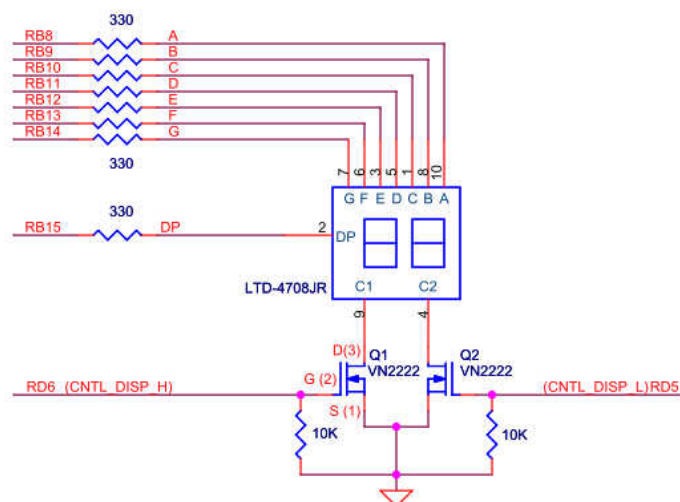

Figura 3. Ligação de dois *displays* de 7 segmentos ao porto B do PIC32.
3. Pretende-se agora interagir com o sistema de visualização baseado em dois *displays* de 7 segmentos (Figura 3).
- Escrever no porto B a combinação binária que ative apenas o segmento do *display* correspondente ao carácter lido; note que a Figura 3 contém a informação de qual o porto que corresponde a cada segmento: por exemplo, o segmento A está ligado ao porto **RB8**.